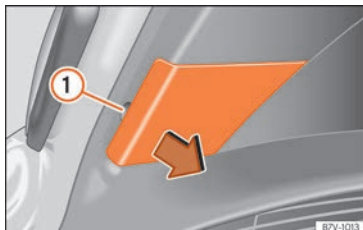

Abb. 68 An der Gepäckraumklappe: Abdeckung abnehmen.
- Mit der flachen Klinge des Schraubendrehers aus dem Bordwerkzeug (» Seite 44) die Abdeckung an der Aussparung »» **Abb. 68** ① vorsichtig abhebeln.